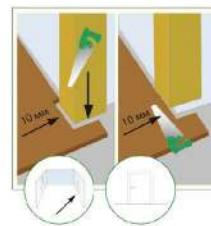

Рисунок 18
- При ремонте дверные коробки необходимо устанавливать в самую последнюю очередь. Если у Вас уже установлены дверные коробки, то необходимо сделать подпил таким образом, чтобы на ламинат не оказывалось давление и не было жесткого крепления к основанию (см. рис. 18).